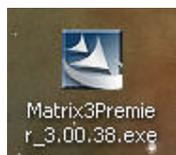

FIG. 12
3. Fare doppio clic sull'icona Matrix3Premier.exe (FIG. 12).